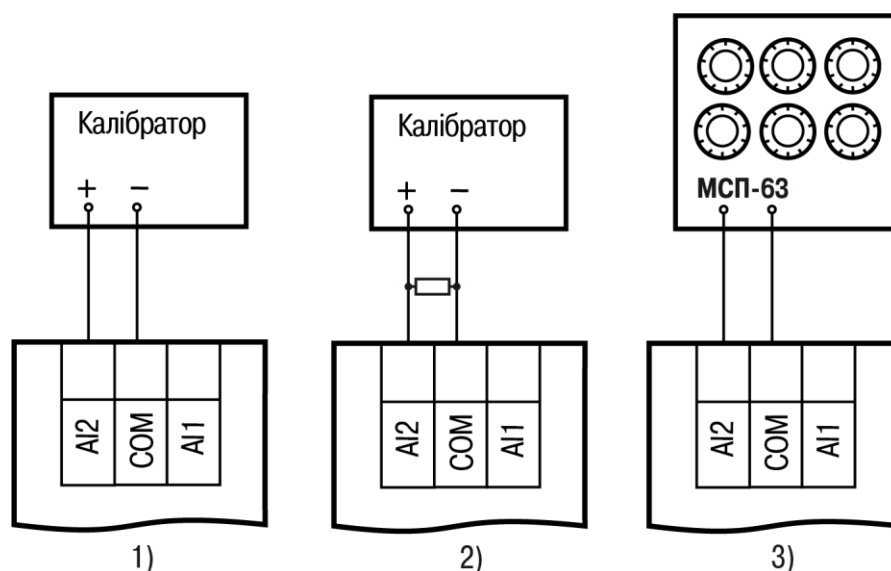

Рисунок 8.5 – Підключення калібрування напруги
- Запустити AQLogic і вибрати в меню пункт «Прилад» → «Юстування входів/виходів» для запуску майстра юстування. У діалоговому вікні «Вибір елемента» вибрати пункт «Аналогові входи» (див. рисунок 8.5, 1).
У разі використання входу для вимірювання сигналів «4...20 мА» рекомендується провести юстування входу, попередньо вибравши параметр «Тип датчика» рівним «4...20 мА». Калібратор напруги слід підключити за схемою (див. рисунок 8.5, 2). Дії з юстування аналогічні пп. 2–3.
У разі використання входу для вимірювання сигналів «0...4000 Ом» рекомендується провести юстування входу, попередньо вибравши параметр «Тип датчика» рівним «0...4000 Ом». На вхід підключити джерело еталонних опорів, наприклад магазин опорів, за схемою (див. рисунок 8.5, 3). Дії з юстування аналогічні пп. 2–3.